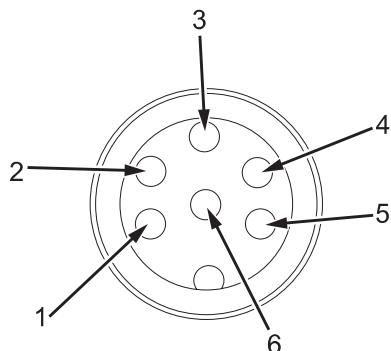

Figura 3-10: Diagrama da pinagem do conector de estado de saída (fêmea)
**Nota:** Figura 3-10 representa o ponto de vista do conector na lateral da impressora.